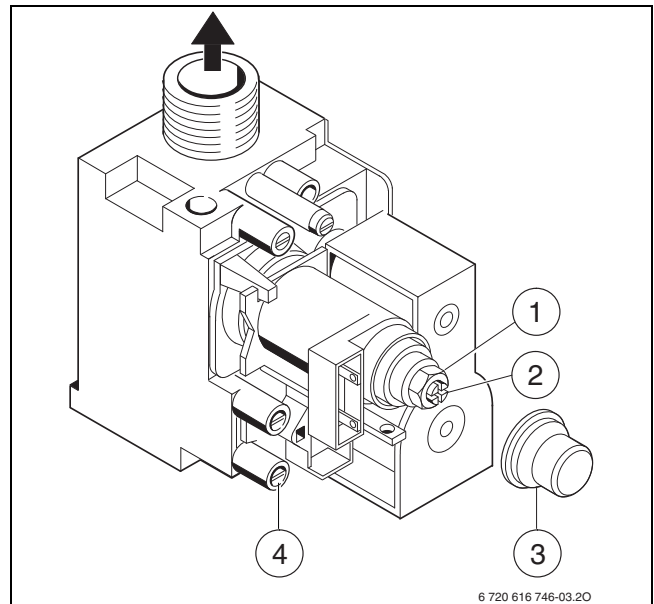

Fig. 41 Bloc gaz
- Retirer le capuchon (→ fig. 41 [3]) du bloc gaz.
- Pour « max » prendre la pression aux injecteurs indiquée (mbars) dans le tableau sur la page 37 et la contrôler. Vérifier que l'écrou (→ fig. 41 [1]) est bien serré en butée sur le corps laiton.
- Pour « min » prendre la pression aux injecteurs (min ECS) indiquée (mbars) dans le tableau sur la page 37. Régler la pression aux injecteurs au moyen de la vis de réglage de débit gaz minimal (→ fig. 41 [2]).
- Desserrer la vis dans la prise de mesure de la pression de raccordement (→ fig. 41 [4] en page 28) et brancher un manomètre à cette prise.
- ▶ Retirer le capuchon (→ fig. 41 [3]) du bloc gaz.
- ▶ Pour « max » prendre le débit de gaz indiqué dans le tableau sur la page 37 et le contrôler. Vérifier que l'écrou (→ fig. 41 [1]) est bien serré en butée sur le corps laiton.
- ▶ Pour « min » prendre le débit de gaz (min ECS) indiqué dans le tableau sur la page 37. Régler la pression aux injecteurs au moyen de la vis de réglage de débit gaz minimal (→ fig. 41 [2]).